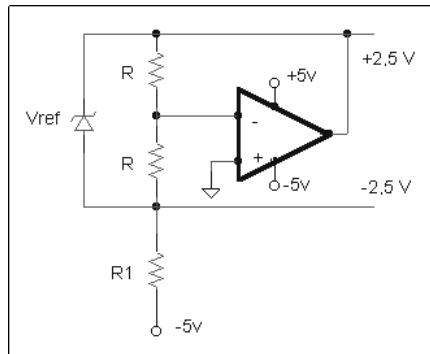

Figura 6
8.- El circuit de la figura 6 serveix per a proporcionar una referència de tensió simètrica de $\pm 2,5 \text{ V}$ a partir d'una referència de tensió Zener de $+ 5 \text{ V}$. Obteniu el coeficient de temperatura TC ($+2,5\text{V}$) sabent que en la referència de tensió TC ($+5\text{V}$) = $20 \text{ ppm}/^\circ\text{C}$ i en l'amplificador operacional TC (v_{us}) = $6 \mu\text{V}/^\circ\text{C}$.